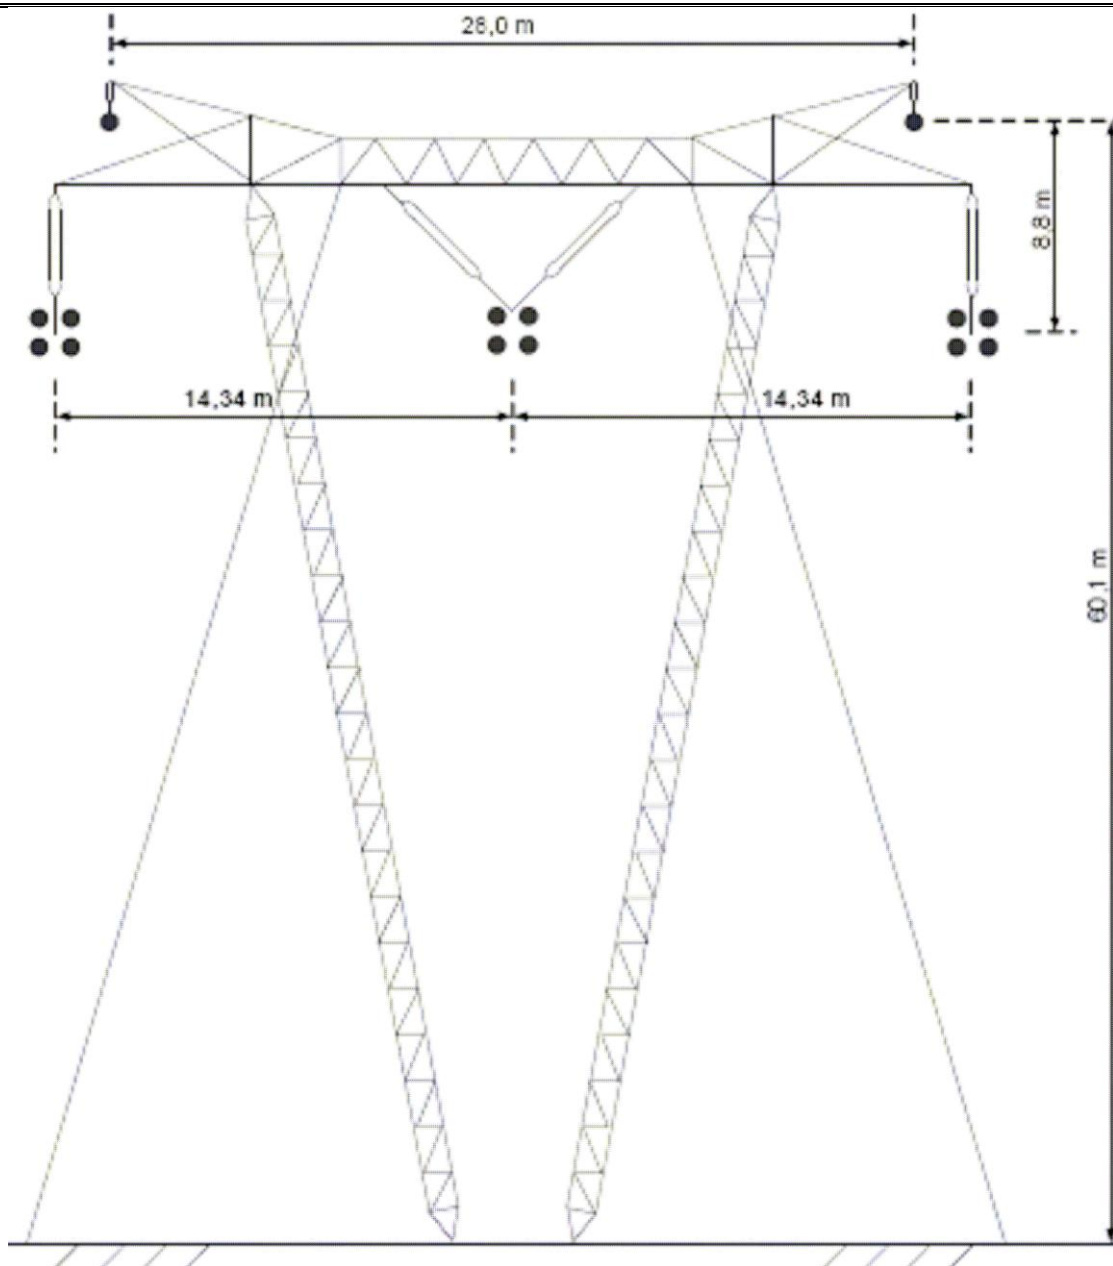

Figura 6 – Linha de Transmissão de Energia Elétrica Classe de 765 kV.
3. A Figura 6 apresenta a silhueta de uma linha de transmissão com classe de tensão de 765 kV. Os condutores fase são condutores código *Bluejay*. As dimensões construtivas e características elétricas para esse cabo e outros do tipo ACSR, *Aluminum Cable Steel Reinforced Conductors*, são apresentadas na Figura 3. Os condutores para-raios são cordoalhas de aço bitola 3/8” do tipo EHS, extra-alta resistência, com raio externo de 4.765 mm e raio efetivo de 3.711 mm. Considere uma permeabilidade relativa do aço igual a 70. O espaçamento entre os condutores fase é apresentado é de 0,457 m como destacado na Figura 5. Assim, considerando essas informações determine: **(a)** A matriz de resistência por condutor; **(b)** A matriz das indutâncias por condutor; **(c)** A matriz inversa das capacitâncias por condutor; **(d)** Determine as matrizes de resistência, capacitância inversa e de indutâncias por fase, ou seja, inserindo o efeito dos cabos para-raios e a multiplicidade de condutores por fase; **(e)** Tomando os resultados do Item (d) determine as matrizes supondo a transposição da linha de transmissão; **(f)** Tomando o resultado alcançado nos itens de (a) a (c) calcule como as mesmas para a transposição apenas dos condutores fase e de posse desses resultados determine as matrizes de parâmetros por fase; **(g)** Compare as matrizes de parâmetros obtidas no Item (e) com as obtidas no Item (f).